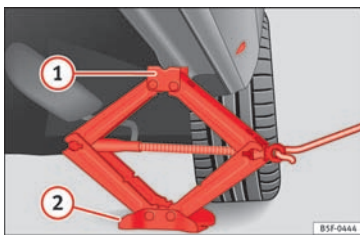

Fig. 75 Længdevange: påsætning af donkraft
- Sæt donkraften* under løftepunktet på dørpanelet, og drej den så højt op, at dens dorn **①** » » » **Fig. 75** er lige neden løftepunktet.
- Stil donkraften*, således at dens dorn **①** får fat i kunststofkanten på panelet, og den bevægelige bundplade **②** ligger plant på jorden. Bundpladen **②** skal være lodret under løftepunktet **①**.